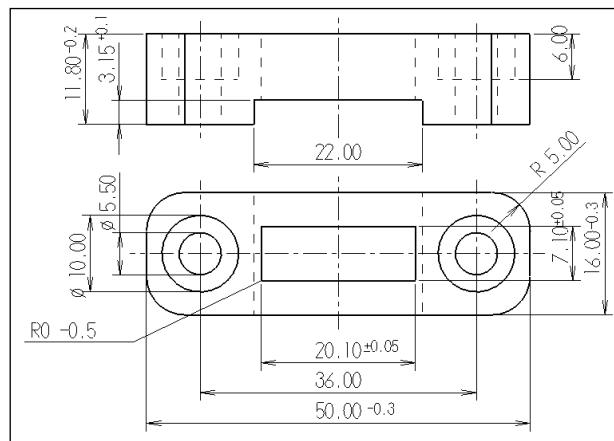
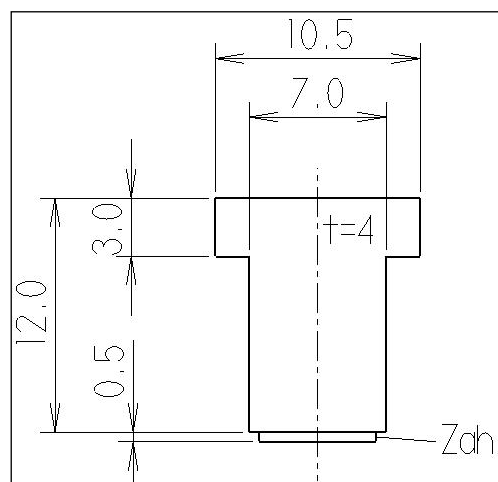

Abbildung 7: Maße für Datumstempelaufnahmeplatte
Abbildung 8: Maße für Datumstempel
- 8.2.18.** Wenn ein Datumstempel gefordert wird, ist dieser nach Abbildung 7: Maße für Datumstempelaufnahmeplatte zu fertigen. Die dafür notwendigen T-Typenstempel sind von der Firma Bornemann zu beziehen (gemäß Abbildung 8: Maße für Datumstempel).